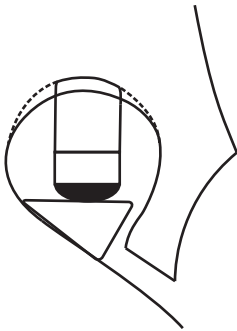

Fig. 3
- Se il foro del ponte è troppo piccolo (specialmente sul violino), potrebbe essere necessario allargarlo leggermente verso l'alto come mostrato in Fig 3.